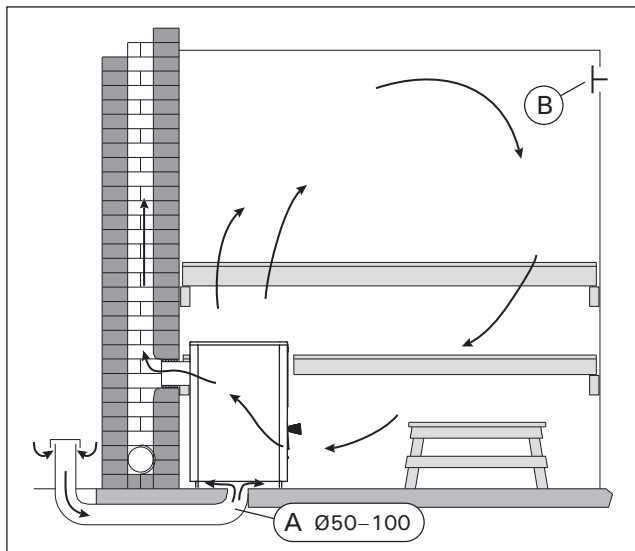

Рисунок 3. Естественная вентиляция
3.2. Вентиляция помещения сауны Естественная вентиляция (рис. 3)